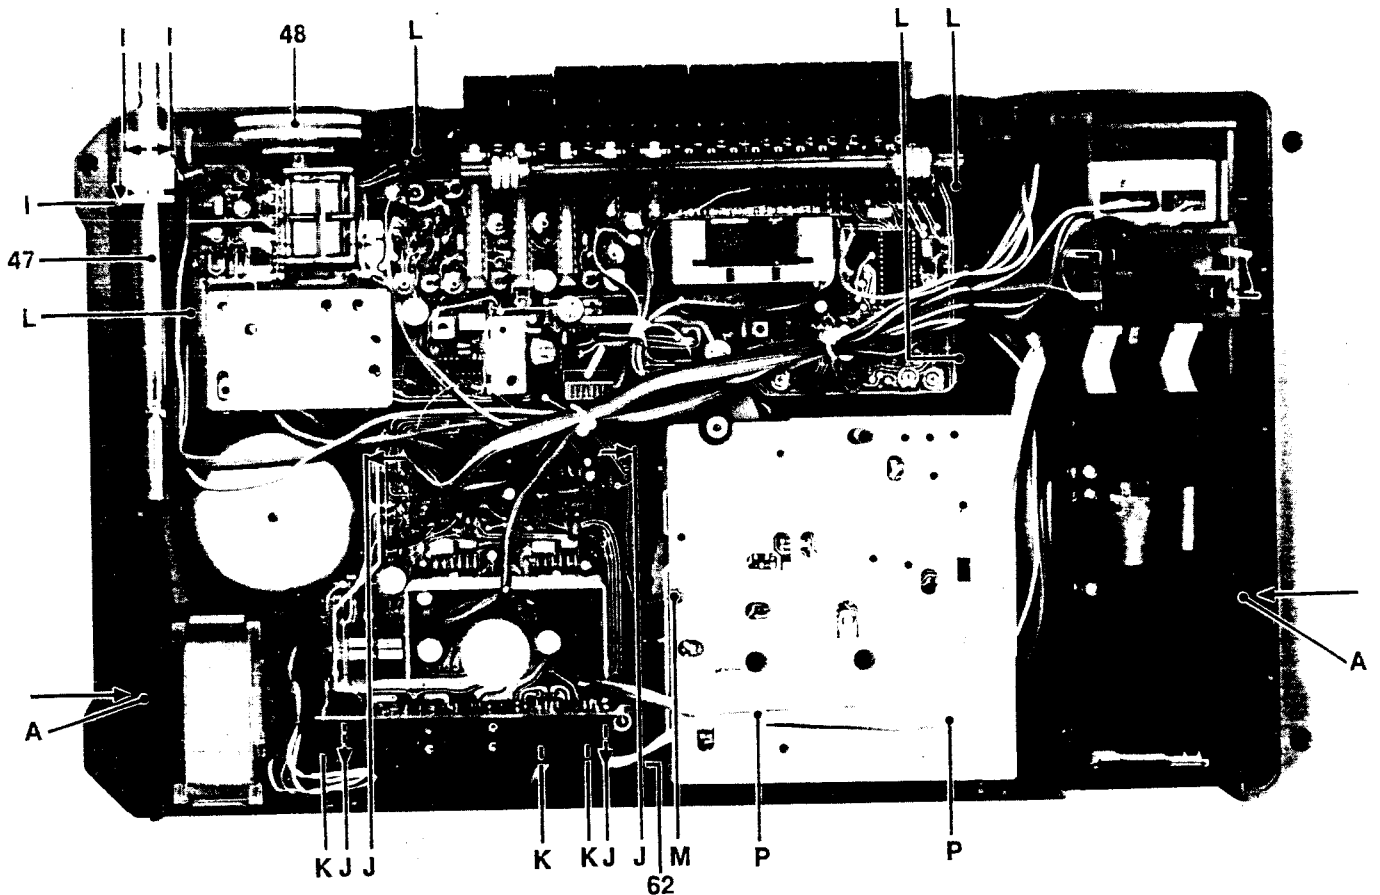

Bild 1
- 3 Rastnasen I (Bild 1) in Pfeilrichtung drücken.
- 4 Rastnasen J (Bild 1) in Pfeilrichtung drücken.
- 4 Rastnasen L (Bild 1) lösen und HF-ZF-Platte aus den Rastnasen heben.
- 2 Leitungen (Bild 1) aus den beiden Halterungen P nehmen.
- Leitung M (Bild 1) ablöten.
! Bei ausgebautem Cassetten-Baustein und ganz geöffnetem Cassettenfach kann die Drehfeder 62 (Bild 1) herausfallen. Drehfeder einbauen siehe Pkt. 18.